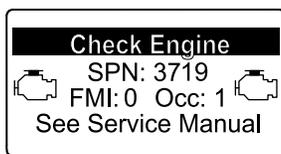

Figura 50
- Avvertenza motore SPN 3719, FMI 0 (Figura 50)